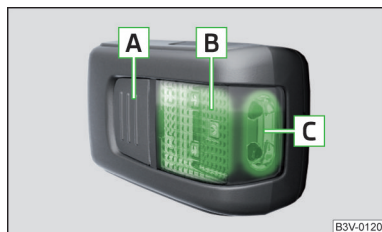

Fig. 156
Descripción de la luz » fig. 156
- » Para **encender** de la lámpara retirada, presionar la tecla **A** » fig. 156. Presionando nuevamente se **apaga** la lámpara.
Si no se apaga la lámpara y está colocada correctamente en el soporte, los medios de iluminación LED en la parte delantera de la lámpara **C** » fig. 156 se apagan automáticamente.